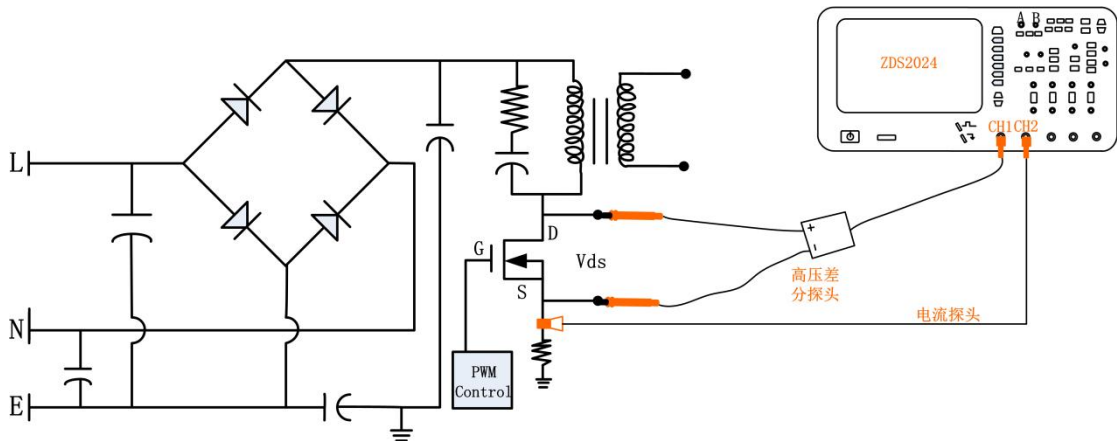

图 7.34 开关元件接线示意图
(1)、开关元件分析的接线示意图如下图 7.34 所示。其中通道 1 使用高压差分电压探头接开关的两端，通道 2 使用电流探头接开关的一端。